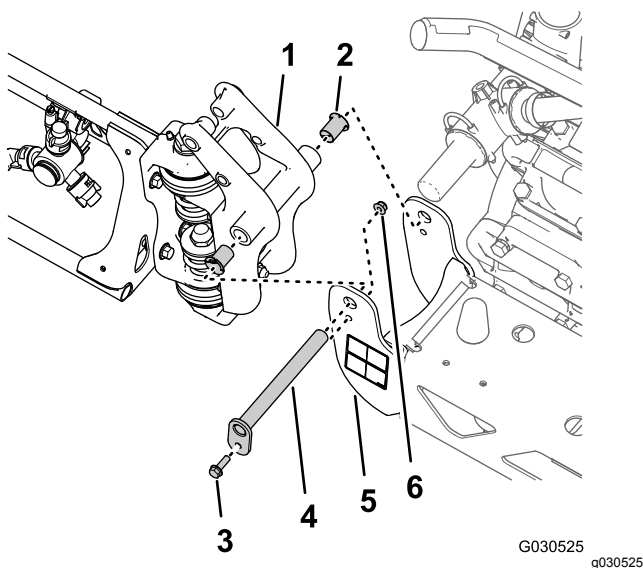

Bild 42
der Lagerbolzen an der Schwenkhalterung befestigt ist (Bild 42).
- Entfernen Sie den Lagerbolzen aus der Schwenkhalterung für den mittleren Sprühabschnitt und das Drehzapfen-Anschlussstück für den äußeren Sprühabschnitt (Bild 42).
- Trennen Sie den äußeren Sprühabschnitt vom mittleren Sprühabschnitt und nehmen Sie den äußeren Abschnitt von der Maschine ab (Bild 42).
- Entfernen Sie die zwei Nylonbundbüchsen aus dem Drehzapfen-Anschlussstück des äußeren Sprühabschnitts (Bild 42).